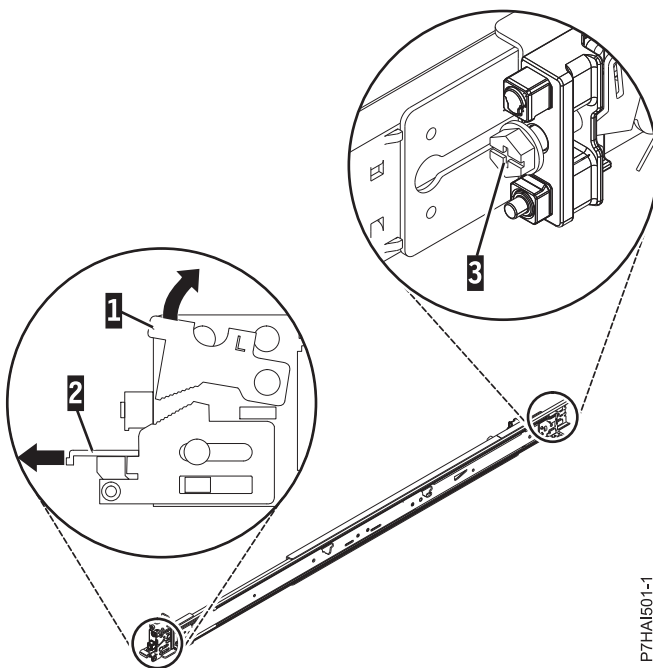

図 2. 前部ラッチを開いて後部のねじを取り外す
2. 前面のロッキング・タブ **(1)** を押し上げて、レールの前部にある前面ラッチ **(2)** を引き出します。次に、レール **(3)** の後部からねじを取り外します。詳しくは、図 2を参照してください。